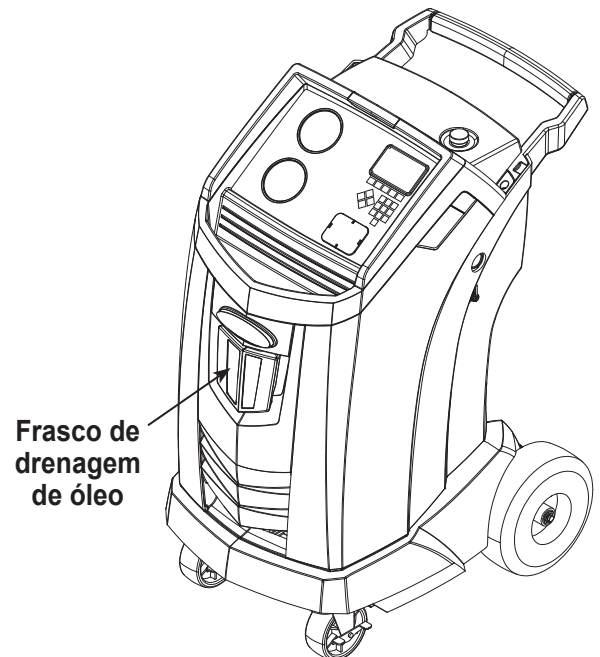

Figura 2
1. Esvazie o frasco de drenagem de óleo antes de iniciar uma recuperação. Remova o frasco de drenagem de óleo da máquina puxando a garrafa diretamente para baixo — não faça um movimento de torção ou balanço. Reinstale o frasco de drenagem de óleo. Consulte a Figura 2.